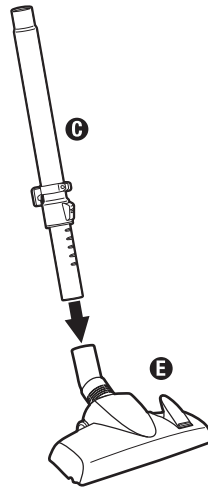

FIG. 3
Step 3: Place floor tool **E** on end of wand **C** or **D** (Fig. 3).
- Étape 3 :** Placez le suceur de sol **E** au bout du tube **C** ou **D** (Fig. 3).
- Paso 3:** Coloque el accesorio para pisos **E** en el extremo del tubo **C** o **D** (Fig. 3).